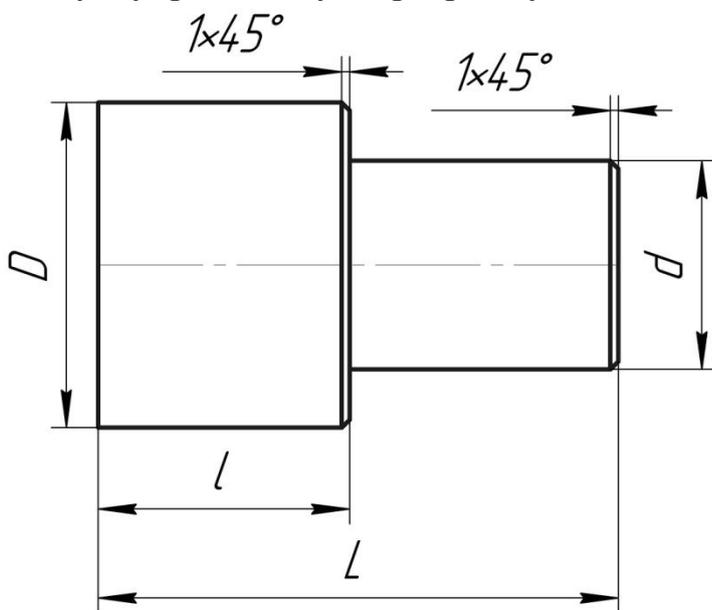

Рисунок 1 – Вал
1. Разработать последовательность обработки заготовки для получения детали (рисунок 1), по вариантам (таблица 1), выбрать режущий инструмент, металлообрабатывающее оборудование.
2. Разработать технологический процесс изготовления детали (рисунок 1), по вариантам (таблица 1), оформить технологическую документацию: маршрутную карту (МК), операционную карту (ОК).
5. Разработать управляющую программу для обработки детали (рисунок 1),